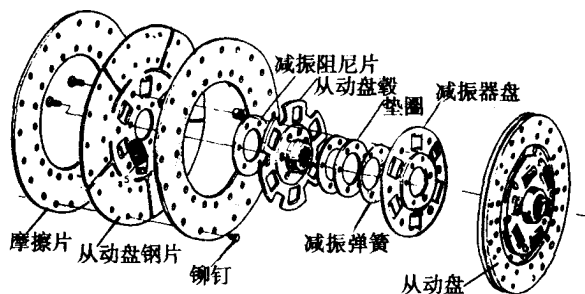

图 1-6 从动盘结构
(2) 从动部分。从动部分即从动盘，装有扭转减振器，其结构如图 1-6 所示